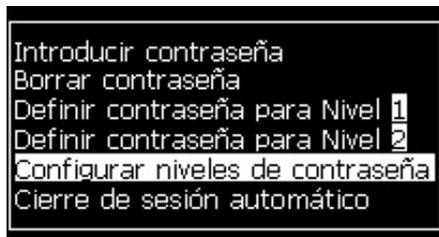
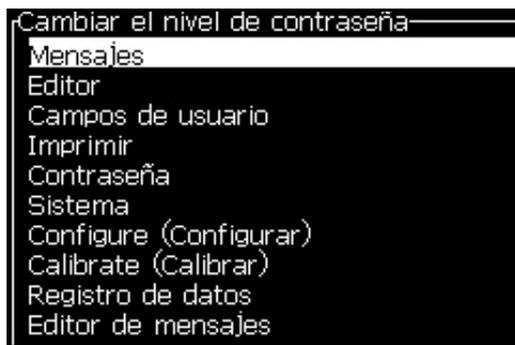
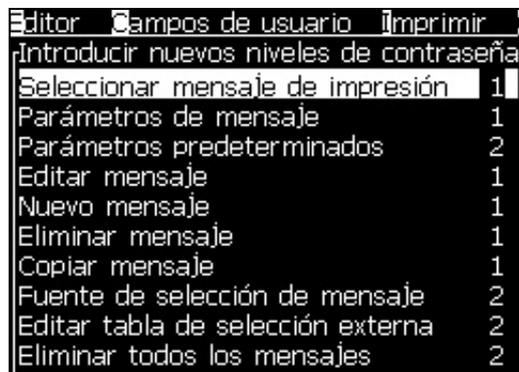

Figura 4-8: Configurar niveles de contraseña
Figura 4-9: Cambiar el nivel de contraseña
Figura 4-10: Introducir nuevos niveles de contraseña
- 1 Pulse *Alt + w* y seleccione *Configurar niveles de contraseña* (consulte Figura 4-8) para abrir la pantalla *Cambiar niveles de contraseña* (consulte Figura 4-9).
- 2 Seleccione el menú (consulte Figura 4-9) que necesita un cambio en el acceso de nivel de contraseña y pulse la tecla *Intro*. Aparecerá la pantalla *Introducir nuevo nivel de contraseña* (consulte Figura 4-10 en la página 4-5).